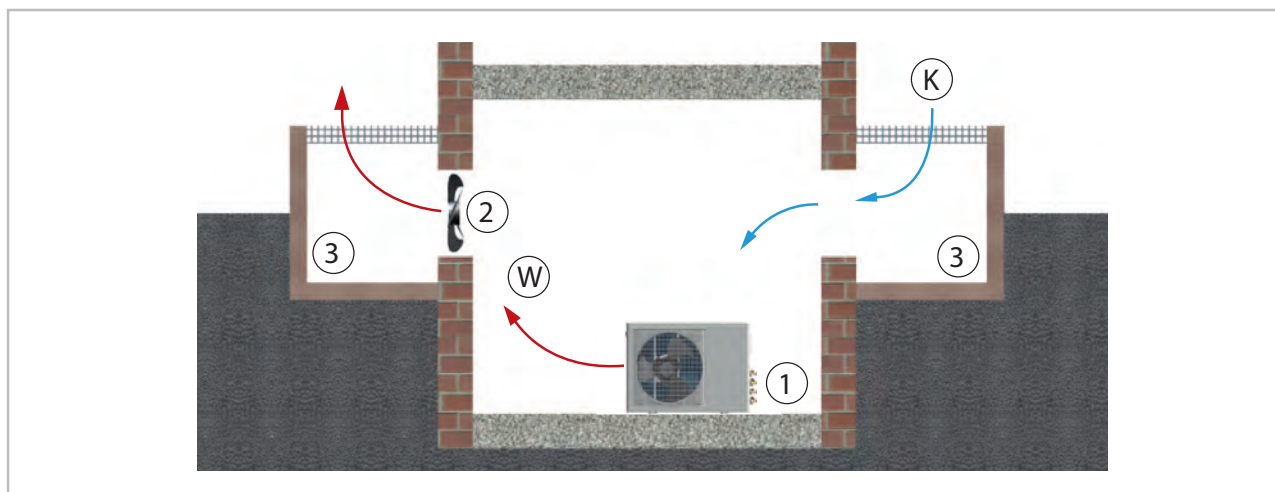

Fig. 8: Installation en intérieur
- Veillez à garantir une évacuation suffisante de la chaleur lorsque l'unité extérieure est installée dans une cave, sous les combles, dans des pièces annexes ou dans des ateliers (Voir la Fig. 8).
- Installez un ventilateur supplémentaire disposant d'un débit volumétrique d'air identique à celui de l'unité extérieure à monter dans la pièce et pouvant compenser pour les éventuelles pertes de pression additionnelles par des canaux d'air (Voir la Fig. 8).